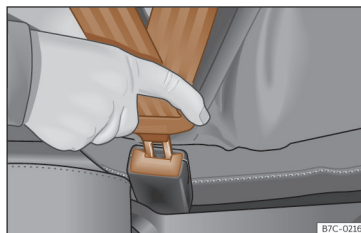

Fig. 42 Inserir a lingueta do cinto de segurança no fecho correspondente.
- Encaixe a lingueta no fecho do respetivo banco >>> **Fig. 42.**